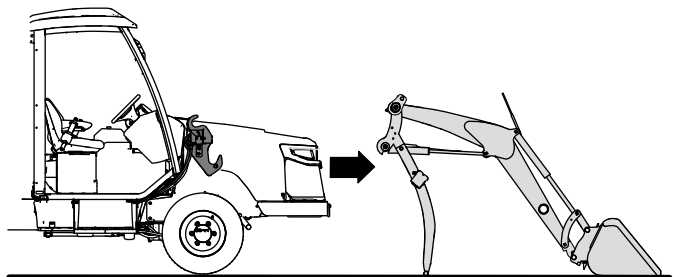

Figure 52
2. Démarrez le moteur et conduisez lentement la machine devant les bras de chargeuse (Figure 52).